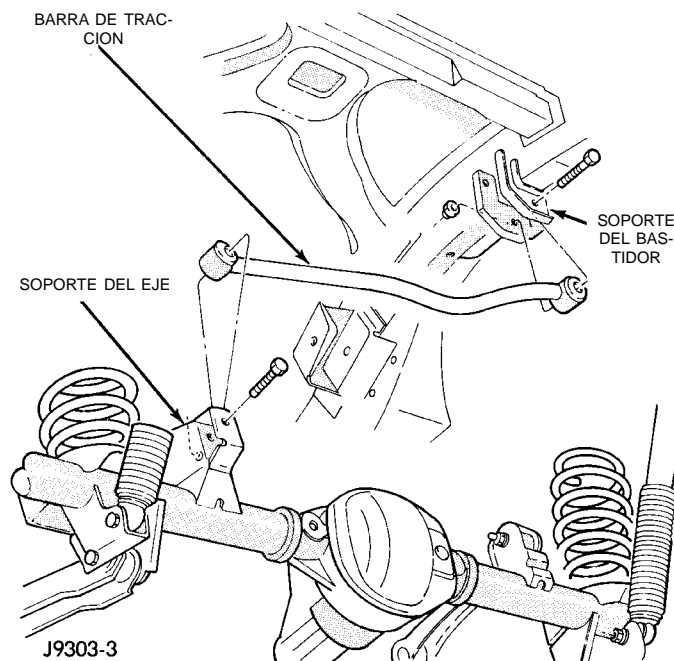

Fig. 5 Barra de tracción trasera
(1) Eleve y apoye el vehículo.
(2) Retire el perno y tuerca del soporte de larguero del bastidor (Fig. 5).
(3) Retire el perno del soporte del tubo del eje (Fig. 5).